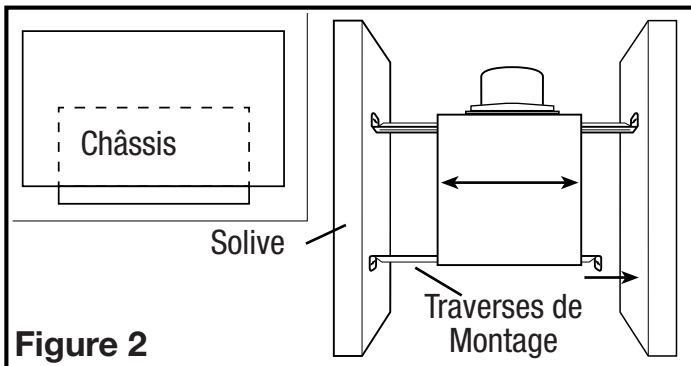
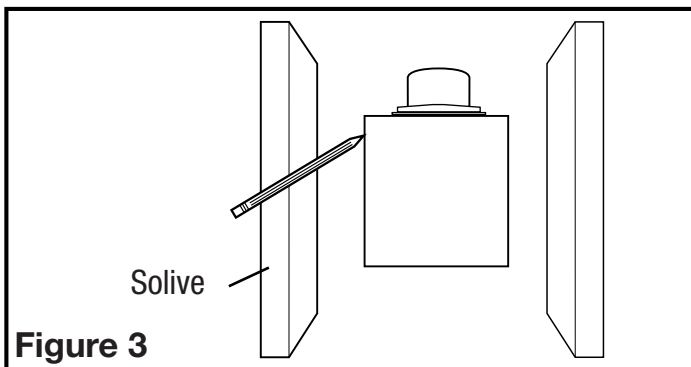

Figure 2
Figure 3
- Installer les traverses sur le châssis et positionner le châssis près de la solive. Aligner le châssis pour qu'il soit à effleurement avec le plafond fini. Fixer les extrémités des traverses avec des clous ou des vis (non-comprises) aux solives et glisser le châssis à sa position finale (Figure 2).
- Placer le châssis en position entre les solives et tracer un contour sur le matériau du plafond (Figure 3). Mettre le châssis de côté et découper l'ouverture, en prenant soin de ne pas couper ou endommager des câbles électriques dissimulés ou autres utilités. Installer les traverses sur le châssis et positionner le châssis dans le trou percé précédemment afin qu'il soit à effleurement avec le plafond fini. Fixer les extrémités des traverses aux solives (Figure 2).